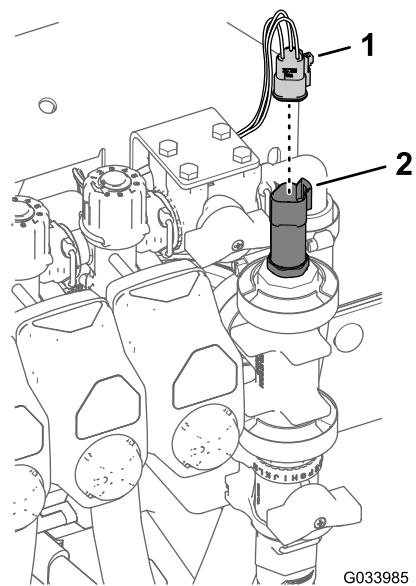

Figura 19
- Monte el soporte de la válvula de control al bastidor del colector (Figura 19) con 4 pernos con arandela prensada (6 x 16 mm) y 4 contratuercas con arandela prensada (6 mm); apriete los pernos a entre 10 y 12 N·m.
- Conecte el conector hembra de 3 vías del transductor de presión (Figura 19).